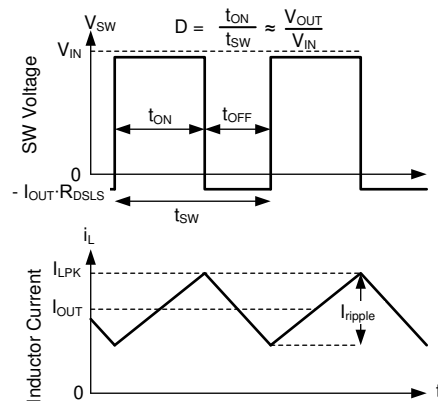

图 7-20. 连续导通模式 (CCM) 下的 SW 电压和电感器电流波形
有关 LM614xxT-Q1 的以下运行说明，请参阅节 7.2 和图 7-20 中的波形。两者都以变化的占空比 (D) 打开内部高侧 (HS) 和低侧 (LS) NMOS 开关，从而提供稳定的输出电压。在 HS 开关导通期间，SW 端子电压  $V_{SW}$  摆动至大约  $V_{IN}$ ，电感器电流  $i_L$  以线性斜率增加。HS 开关由控制逻辑关闭。在 HS 开关关闭时间  $t_{OFF}$ ，LS 开关打开。电感器电流通过 LS 开关放电，这会强制  $V_{SW}$  通过 LS 开关两端的压降摆动到地电位以下。稳压器环路调节占空比以保持恒定的输出电压。D 由 HS 开关在开关周期内的导通时间定义： $D = T_{ON}/(T_{ON} + T_{OFF})$ 。